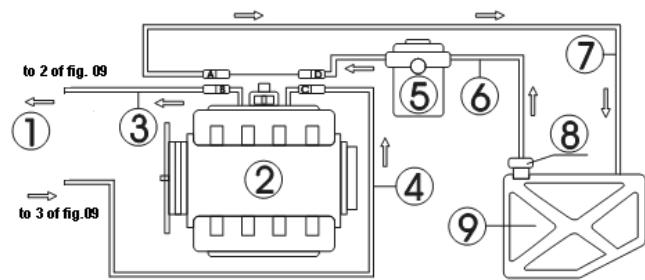

Рис. 09
Подключение шлангов двигателя с возвратным шлангом, как показано на Рис. 09.
- Отсоединить соединения шлангов подачи топлива (C, D) и шлангов возврата топлива (A, B) топливной системы двигателя (при отсоединении соединителя обернуть его куском ткани). Подобрать необходимые соединители и подсоединить их к концу шланга B и к концу шланга C отдельно, а затем подсоединить другие концы к соответствующему возвратному шлангу и выпускному шлангу установки. См. Рис. 09.